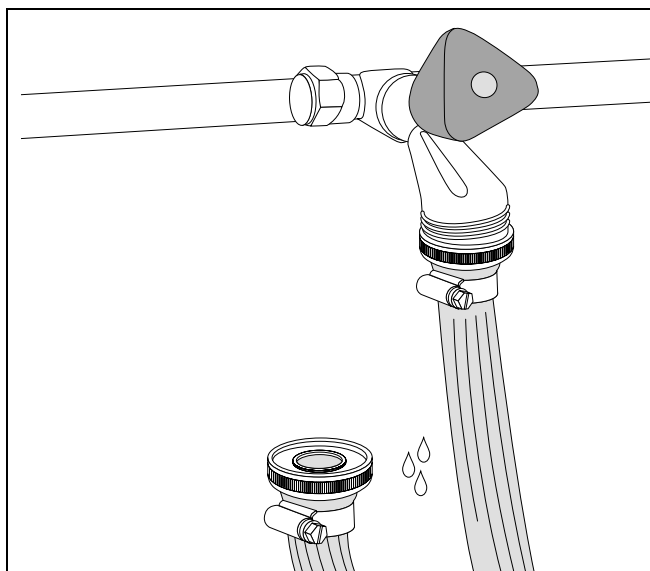

Fig. 10 Umpleți furtunul
- Racordați furtunul la racordul de apă și umpleți-l cu apă (Fig. 10).